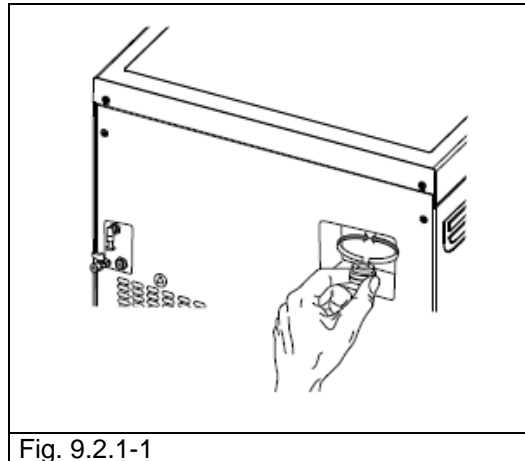

Fig. 9.2.1-1
2. Rotiți dopul (Fig. 9.2.1-1) situat pe partea superioară a supapei în sens invers acelor de ceasornic până ajunge la capătul filetelui și se slăbește.